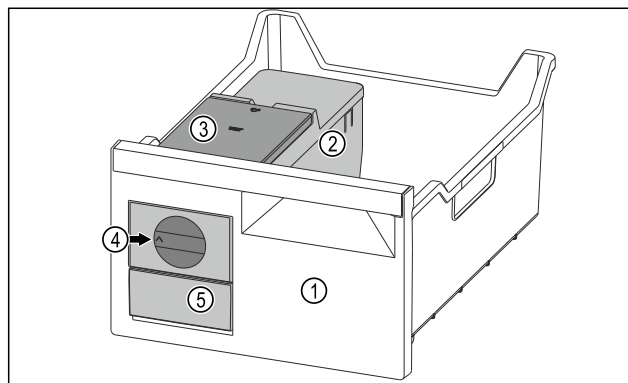

Fig. 102 Ілюстративне зображення
- Поворотну ручку Fig. 102 (4) повернути за годинниковою стрілкою до упору.
- Кубики льоду випадають із ванночки для кубиків льоду у висувний ящик для кубиків льоду Fig. 102 (5). Якщо не всі кубики льоду виймаються з ванночки для кубиків льоду: